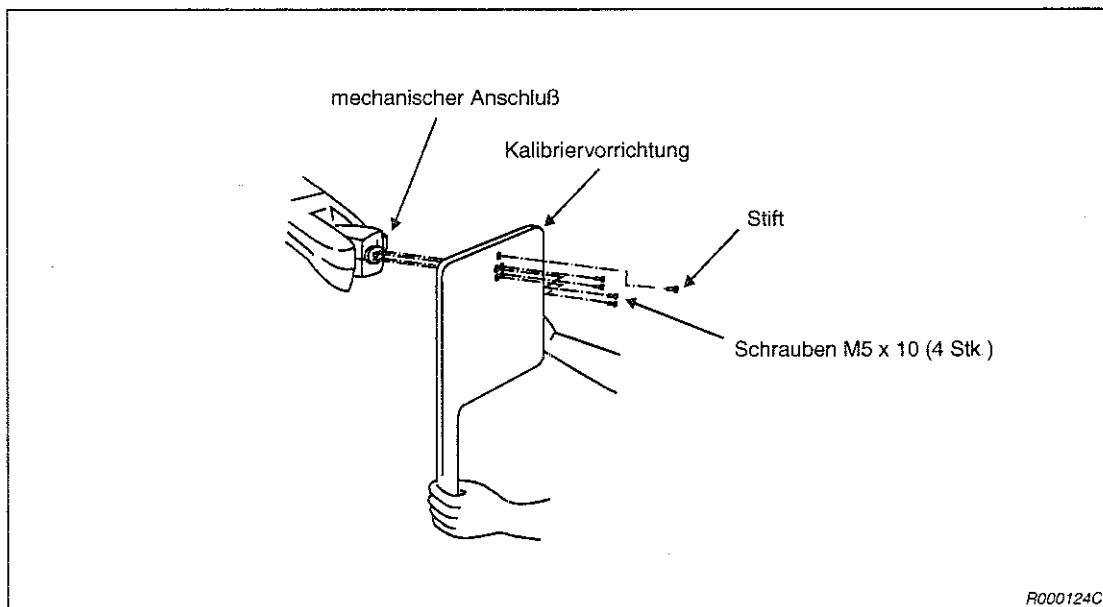

Abb. 3-16: Installation der Kalibriervorrichtung
- ① Verfahren Sie den Roboter mittels der Teaching Box in eine Position, in der Sie die Kalibriervorrichtung anbringen können.
- ② Montieren Sie die Kalibriervorrichtung mit den vier M5-Schrauben an den mechanischen Anschluß des Roboters (siehe Abb. 3-16)